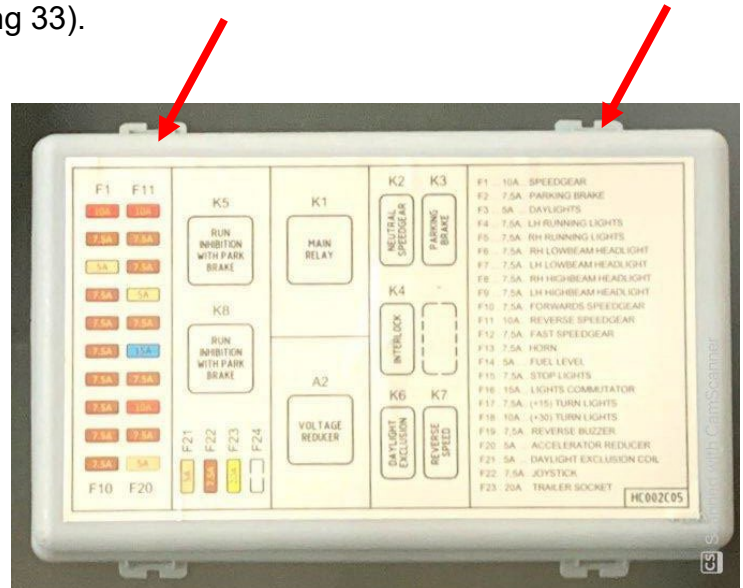

Abbildung 43. Abdeckung des
- Verwenden Sie ein geeignetes Werkzeug (Schraubendreher usw.), um die Klappe auf der Oberseite des Sicherungskastens zu lösen, wie in Abbildung 43 gezeigt.